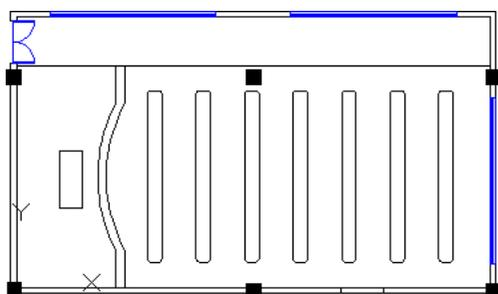

图 17.12.38 阵列草图 1
Step8. 阵列草图 1。选择下拉菜单 **修改(M)** → **阵列** → **矩形阵列** 命令，选取 Step7 创建的矩形为阵列对象，按 Enter 键结束选取，系统弹出“阵列创建”选项卡，在 **列** 区域的 **列数** 文本框中输入 7，在 **间距** 文本框中输入 1700，在 **行** 区域的 **行数** 文本框中输入 1，单击 **关闭阵列** 按钮，完成阵列的创建，如图 17.12.38 所示。